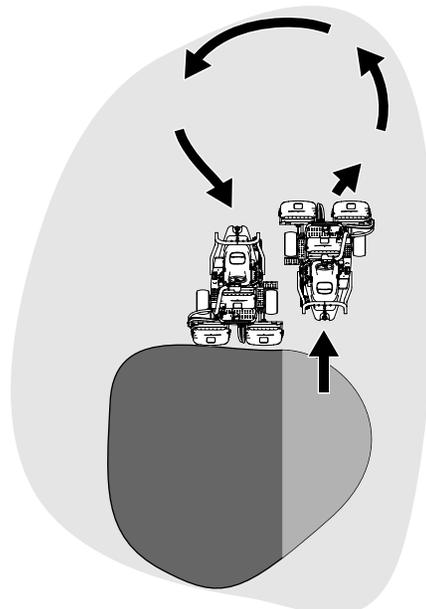

Рисунок 23
6. Чтобы сэкономить рабочее время и облегчить выравнивание для следующего прохода, на короткое время разверните машину в противоположном направлении, а затем направьте ее к нескошенной части. Такое движение машины является поворотом «по каплевидной траектории» (Рисунок 23), позволяющим быстро выровнять ее для следующего прохода.